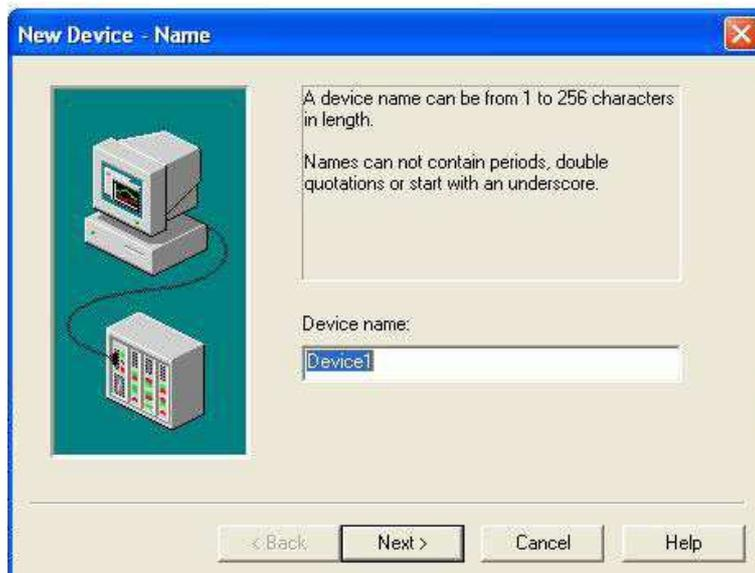

Рис.23
3.4. Добавьте новое устройство и укажите его имя (Рис.23):